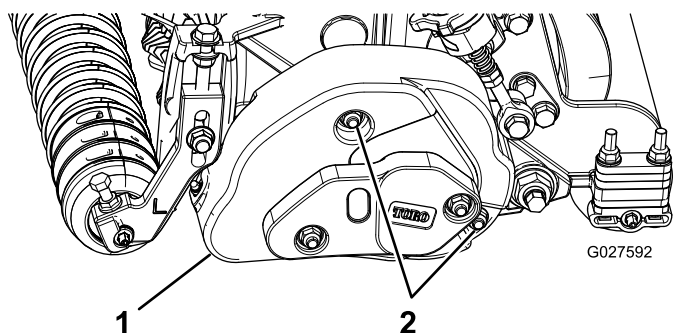

Bild 2
- Entfernen Sie die zwei Bundmuttern, mit denen die Groomerabdeckung befestigt ist, und nehmen Sie die Abdeckung ab (Bild 2).